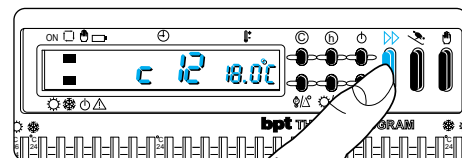

Fig. 33
11.2 - Premere il pulsante  (fig. 33) per visualizzare la temperatura degli altri cursori.